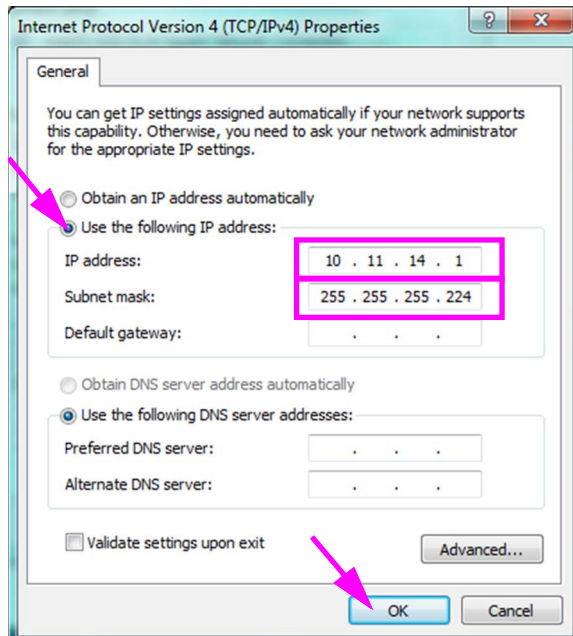

**Figure 2-41. GeneXpert Connection Properties screen
7. Sélectionner **Propriétés (Propriétés)** dans le menu déroulant. L'écran montré dans la Figure 2-41 s'affiche.